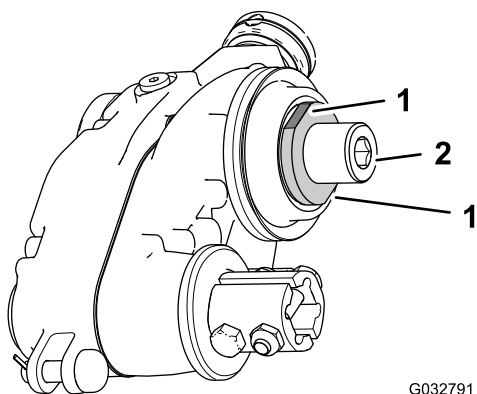

Figure 7
**Remarque:** Quand vous serrez l'adaptateur de cylindre et l'arbre d'entraînement, immobilisez l'arbre d'entraînement en plaçant une clé sur les méplats à l'intérieur du boîtier d'entraînement du groomer (Figure 7).